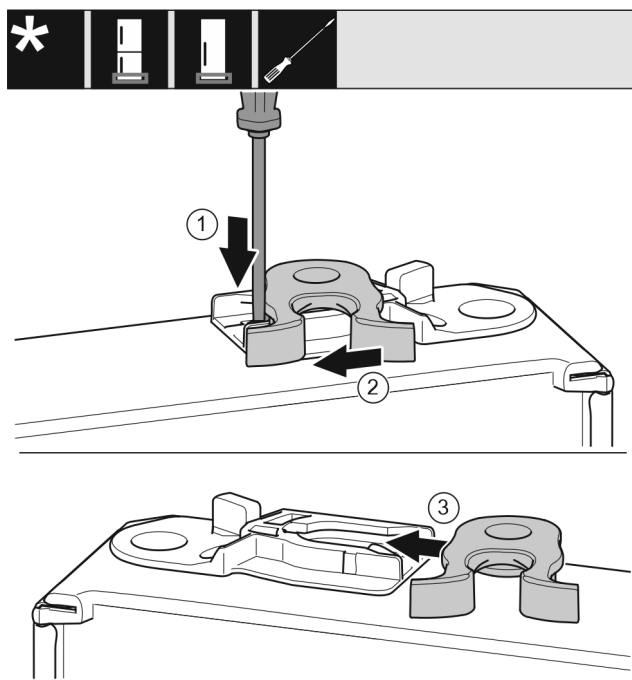

Fig. 18
- Spiediet ar plakano skrūvgriezi mēlīti Fig. 18 (1) uz leju.
- Izvelciet aizvēršanas āķi Fig. 18 (2) no vadotnes.
- Iebīdiet aizvēršanas āķi Fig. 18 (3) vadotnē otrajā pusē.